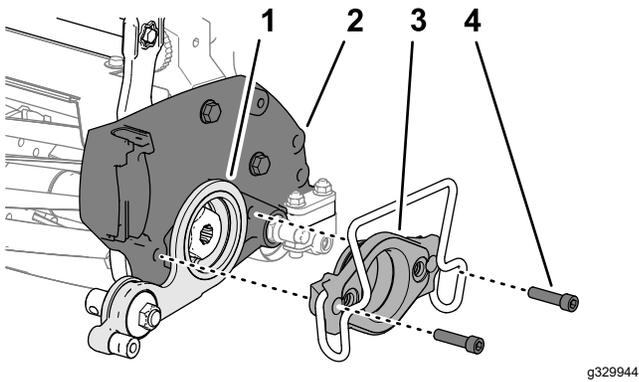

Рисунок 19
1. Выровняйте натяжной ролик в сборе относительно режущего блока, как показано на Рисунок 19.
2. Выровняйте пластину натяжного ролика относительно боковой пластины режущего блока, как показано на Рисунок 19.
3. Вставьте монтажную опору двигателя через отверстие в пластине натяжного ролика и в боковую пластину режущего блока (Рисунок 19).
4. Установите монтажную опору на пластину (Рисунок 19) при помощи 2 винтов с внутренними шестигранниками (5/16 x 1¼ дюйма), снятых при выполнении действий, описанных в разделе Снятие монтажной опоры двигателя \(страница 5\).